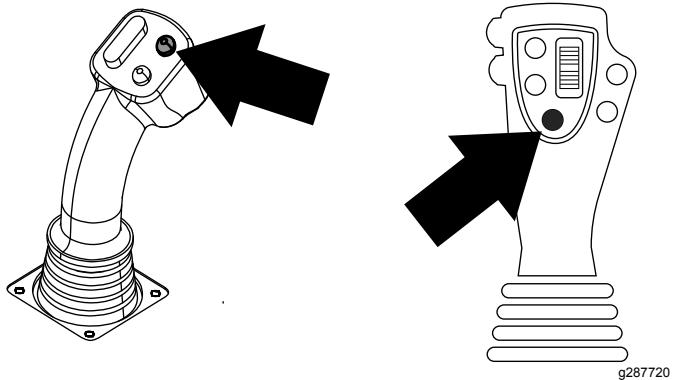
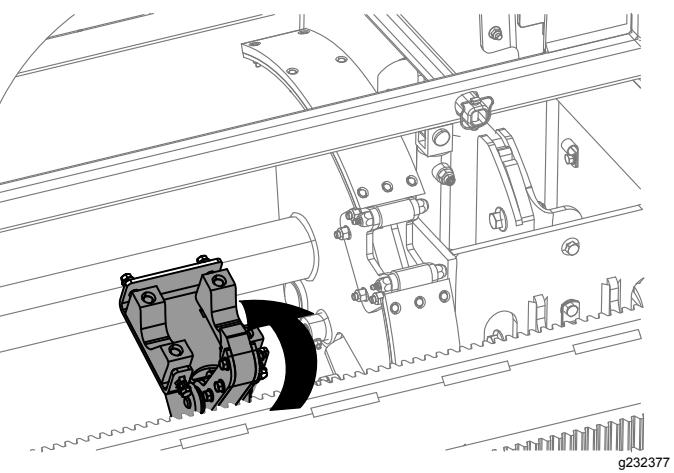

Bild 18
Bild 19
6. Halten Sie die untere linke Taste des 8-Tasten-Joystick oder die obere Taste des 4-Tasten-Joysticks gedrückt, um das Rohr zu greifen (Bild 18) und (Bild 19) und lassen Sie die Taste wieder los.